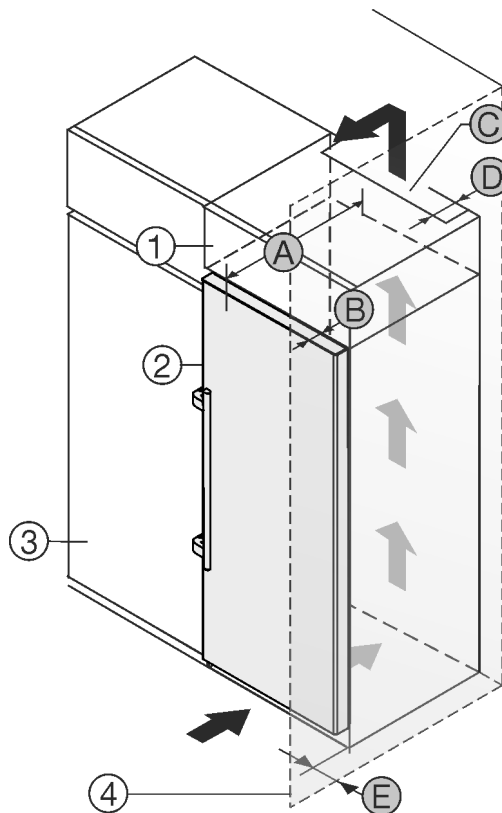

Fig. 2
- (1) Armadietto sovrapponibile\*
- (2) Apparecchiatura\*
- (3) Mobile da cucina\*
- (4) Parete\*
- (A) Profondità apparecchiatura\*
- (B) Profondità porta\*
- (C) Sezione di ventilazione\*
- (D) Distanza lato posteriore apparecchiatura\*
- (E) Distanza lato apparecchiatura\*
È possibile posizionare l'apparecchiatura accanto a un mobile da cucina Fig. 2 (3).\*
Sul lato posteriore dell'armadietto sovrapponibile deve essere presente un vano di scarico dell'aria con la profondità Fig. 2 (D) che attraversa l'intera larghezza dell'armadietto sovrapponibile.\*
Sotto al soffitto deve essere presente la sezione di ventilazione Fig. 2 (C).\*
Se si installa l'apparecchiatura con le cerniere accanto a una parete Fig. 2 (4), la distanza tra l'apparecchiatura e la parete deve essere di almeno 57 mm, che corrisponde alla sporgenza della maniglia a porta aperta.\*
Per poter aprire completamente la porta, installare l'apparecchiatura in modo che sporga dal frontale del mobile da cucina almeno della misura della profondità della porta Fig. 2 (B). L'apparecchiatura può sporgere ulteriormente a seconda della profondità dei mobili da cucina Fig. 2 (3) e dell'utilizzo di distanziatori a parete.\*